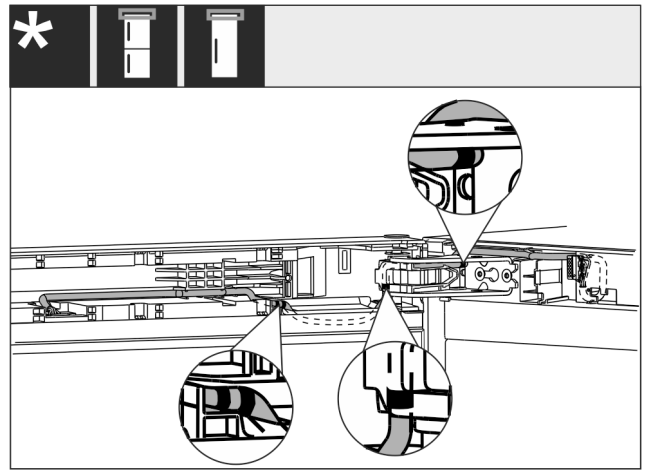

Fig. 39
- ▶ A kábelt az ábrán Fig. 39 (I) látható módon kell elvezetni.